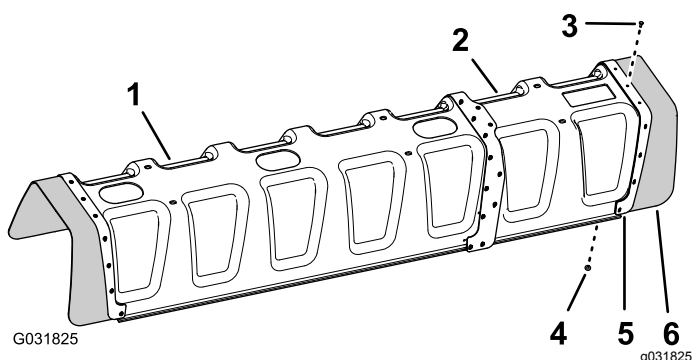

図 149
5. ステップ2で取り外したゴム製カバーと補強版1列穴の穴を、カバーエクステンションの穴に合わせる図 149。